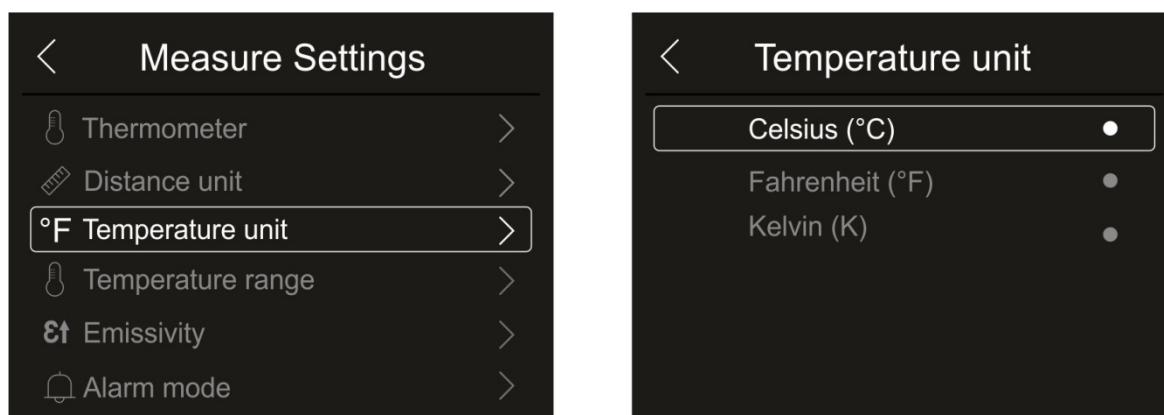

Fig. 25: Menu de réglage de l'unité de mesure de la température
1. Touchez l'élément «Temperature unit» pour régler l'unité de mesure de la température. La Fig. 25 - partie droite s'affiche à l'écran :